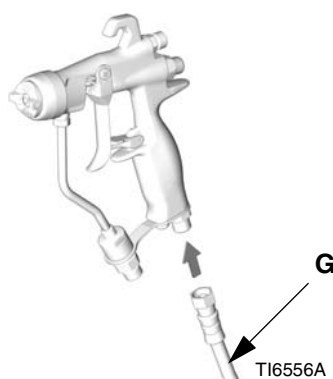

FIG. 2
2. Montér en lufttryksregulator (C) på pistolens luftledning, så det er muligt at regulere lufttrykket til pistolen.
3. Der skal monteres en luftspærreventil (B) på pistolens luftledning og på pumpens luftledning, der kan anvendes til at lukke for luften til pistolen.
5. Slut luftslangen (G) til 1/4 npsm-gevindt på pistolens luftindtag. Se FIG. 2.